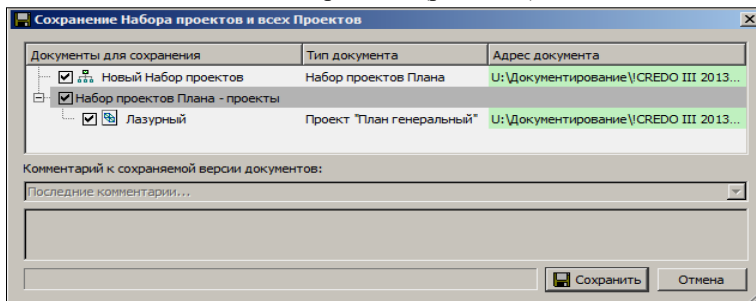

Рис. 3.19
В данном диалоге при помощи флажков можно выбрать документы для сохранения, здесь же можно изменить адреса хранения и имена НП и отдельных проектов (рис. 3.19).
- Нажмите кнопку **Сохранить** (рис. 3.19).